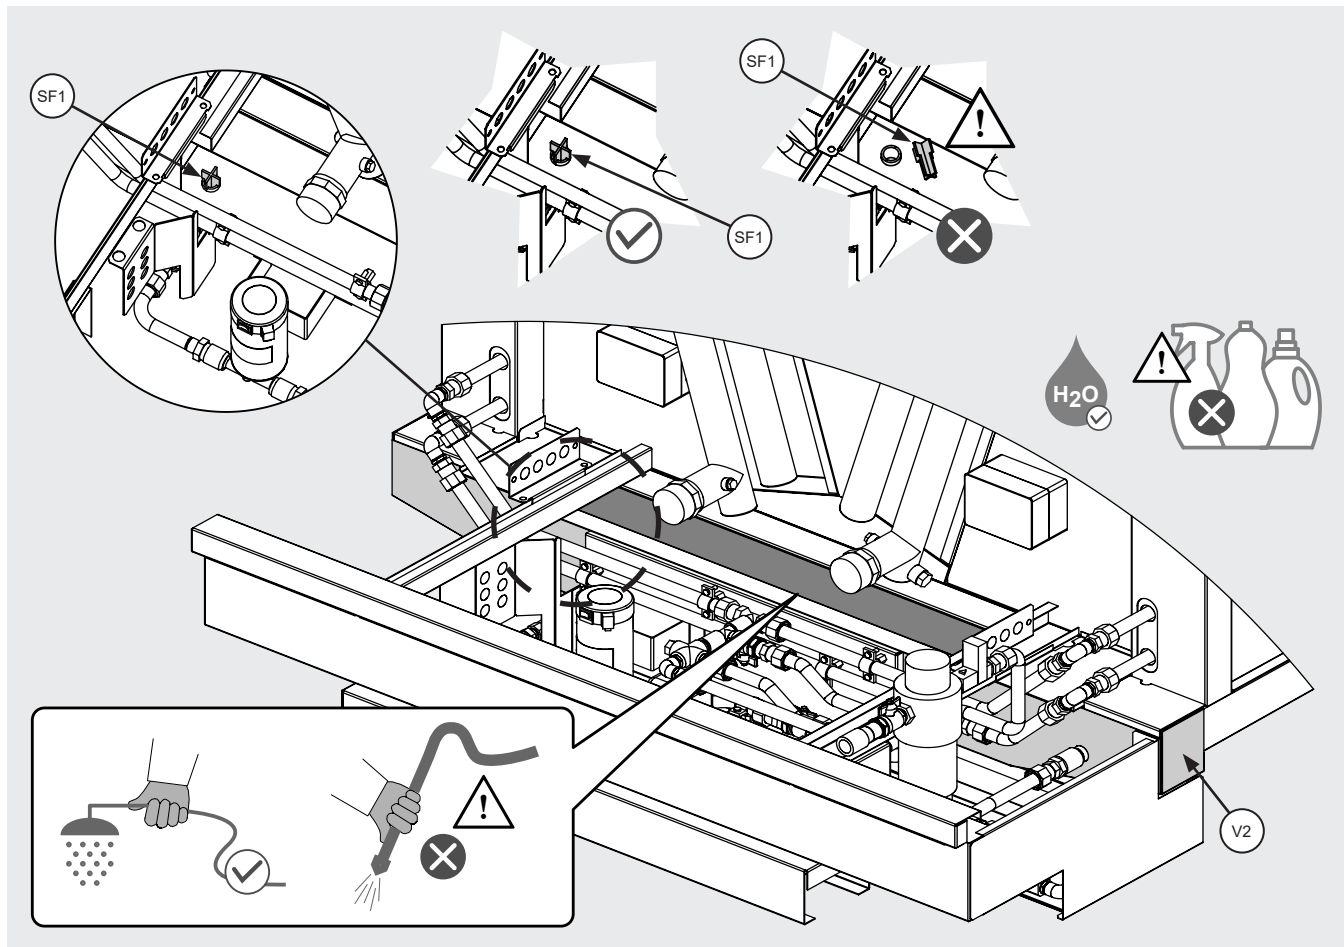

Figura 25
- 12.13.8 Pulire con attenzione il separatore di flusso SF1. Non rimuoverlo dalla sede. Se rimosso accidentalmente, riposizionarlo. Vedi Figura 25.
- 12.14.1 Si veda il punto 2.9 per la descrizione di funzionamento dell'interruttore di livello (W1) e la sua localizzazione. L'interruttore di livello (W1) è collocato all'interno della vaschetta di raccolta esterna (V2), v. Figura 25.